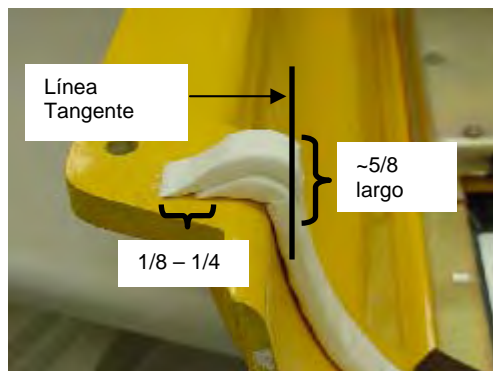

Figura 10
- e. Corte el extremo interior del sello de filete comenzando en un punto que sea tangente al borde superior interno del extremo del sello y extiéndase hacia abajo 5/8" (+/- 1/8") hasta encontrarse con el extremo del sello. Elimine el material sobrante. Refiérase a la Figura 10.